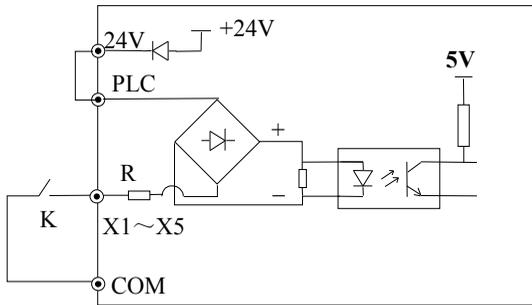

图 2-12 使用内部24V电源的连线方式
1) 用变频器内部的24V电源, 接线方式如图2-12 (注意: PLC与24V端子间的连接线应可靠连接)。